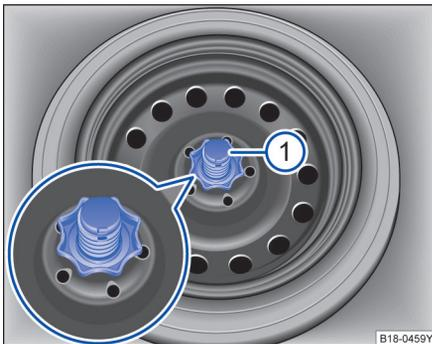

图 155 行李厢内：备用轮胎固定手轮
- 沿逆时针方向将备用车轮手轮 ⇒ 图 155① 旋出，取出备用轮。